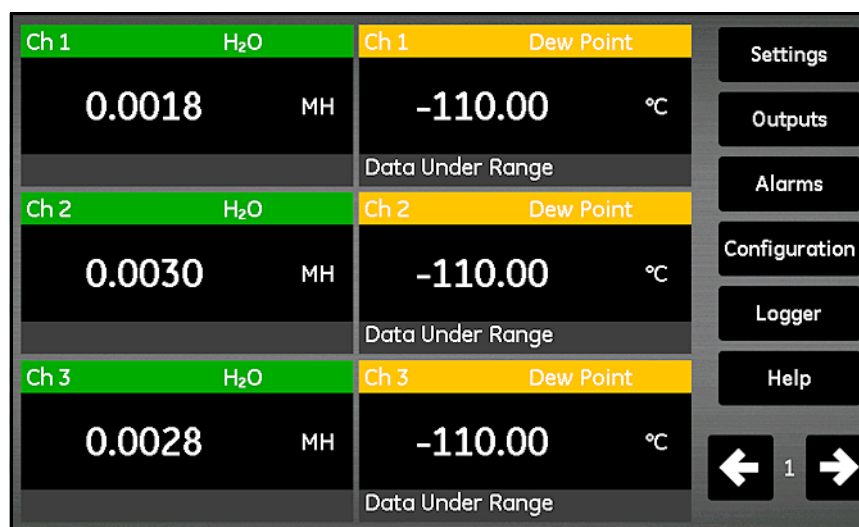

Figure 27: Écran d'affichage des mesures
3. Un écran d'affichage des mesures, semblable à celui illustré à la *Figure 27* ci-dessous.
L'écran d'affichage des mesures illustré à la *Figure 27* ci-dessus est un écran tactile comportant les éléments suivants :